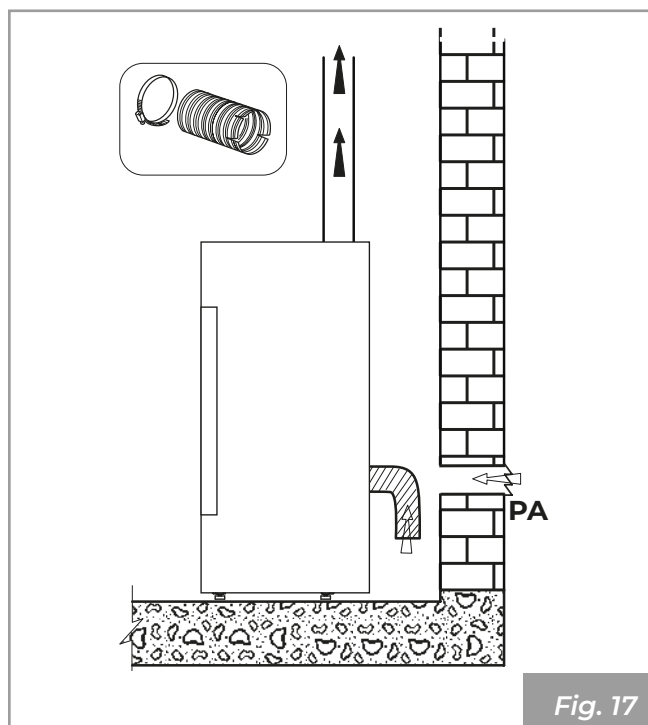

Fig. 17
- provenire dall'ambiente di installazione o da adeguati locali attigui (**Fig. 17**)
Realizzare la presa d'aria sulla parete (**Fig. 17 - PA = Presa d'Aria**), e lasciare che l'apparecchio sia libero di prelevare aria in ambiente avendo cura di collegare sul tubo di ingresso dell'aria il tratto di tubo corrugato, qualora venga fornito, fissandolo con la fascetta e piegandolo leggermente verso il basso al fine di prevenire eventuali effetti di risonanza.